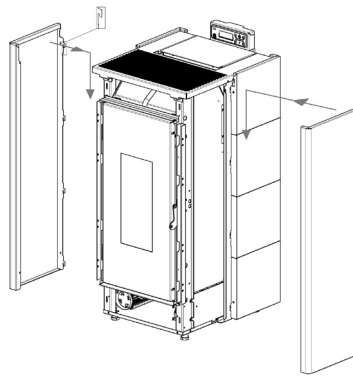

Fig. 38 - Haak de panelen vast
- Haak de gekleurde panelen vast: zet het voorste deel vast tussen de geleiders die op de kachel aanwezig zijn, haak ze vervolgens achter vast met behulp van de tandjes (zie **Fig. 38**).